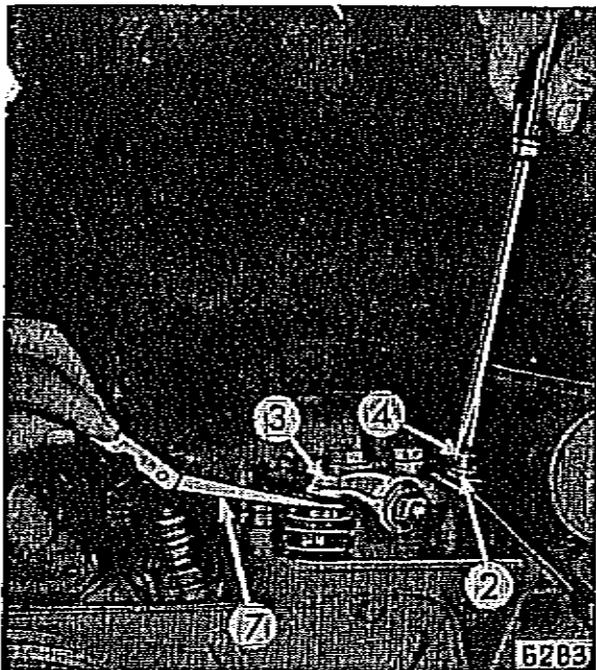
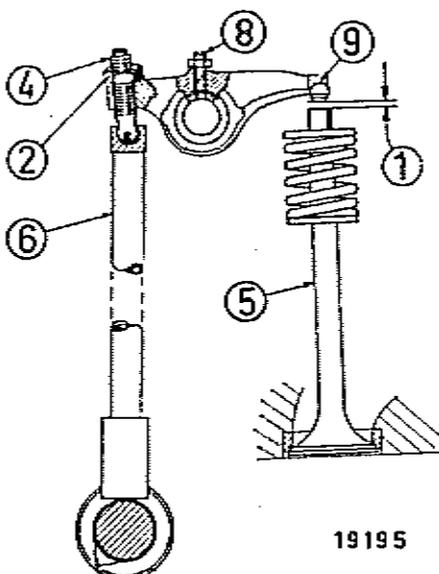

Bild 25
Bild 26
B 7 Ventilspiel prüfen *) (Bild 25).
In den vorhandenen Spalt 1 zwischen Kipphebel 3 (Bild 25) und Ventil 5 (Bild 26) muß sich nun die Fühllehre 7 (Bild 25) sowohl am Einlaßventil als auch am Auslaßventil einstecken lassen. Ist dieser Spalt zu eng oder zu weit, Gegenmutter 2 um ca. 1 bis 2 Umdrehungen lösen und die Einstellschraube 4 mit einem Schraubenzieher so regulieren, daß bei wieder angezogener Gegenmutter 2 die Fühllehre sich ohne Widerstand herausziehen läßt.
Der Körnerschlag auf der Öldüse 8 (Bild 26), welcher über der Ansträgung liegt, muß immer zum Kipphebeldarmen 9 weisen, damit auch im niederen Leerlauf die Schmierung gewährleistet ist.
*) Das Ventilspiel ist der notwendige Luftspalt 1 zwischen den Kipphebeldarmen 9 und Ventilen 5 (Bild 26). Guter Motorlauf und große Leistung zeugen von seiner richtigen Einstellung. Sie kann von einem gewandten Bedienungsmann nach obigen Angaben selbst vorgenommen werden, andernfalls läßt man sie besser von einem Fachmann ausführen.